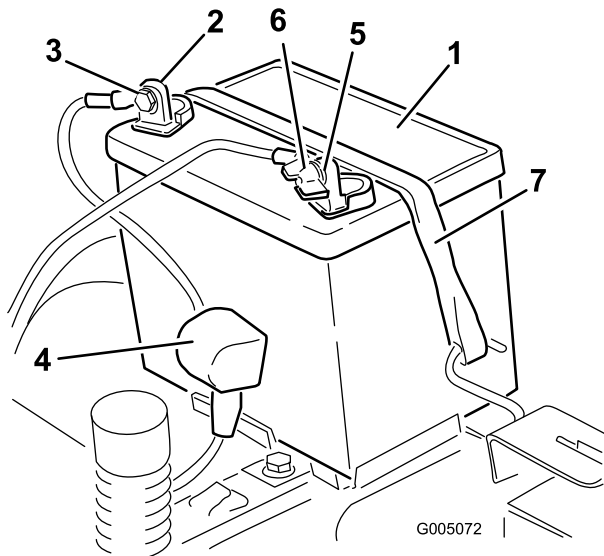

Bild 44
4. Klemmen Sie das Minuskabel (schwarz) vom Batteriepol ab (Bild 44).
6. Klemmen Sie das Pluskabel (Rot) vom Batteriepol ab (Bild 44).
7. Nehmen Sie die Batterieklemme ab (Bild 44) und heben Sie die Batterie aus dem Batteriefach heraus.
1. Setzen Sie die Batterie in das Fach (Bild 44).
5. Befestigen Sie die Batterie mit der Befestigung (Bild 44).